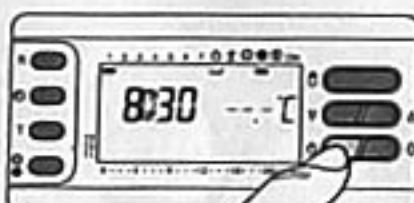

Fig. 66
**13.1** - Premere due volte il pulsante **C**. Il segmento attivo sotto **C** conferma l'esclusione di **THERMOPROGRAM** dal controllo dell'impianto e scompare il grafico del programma (fig. 66).